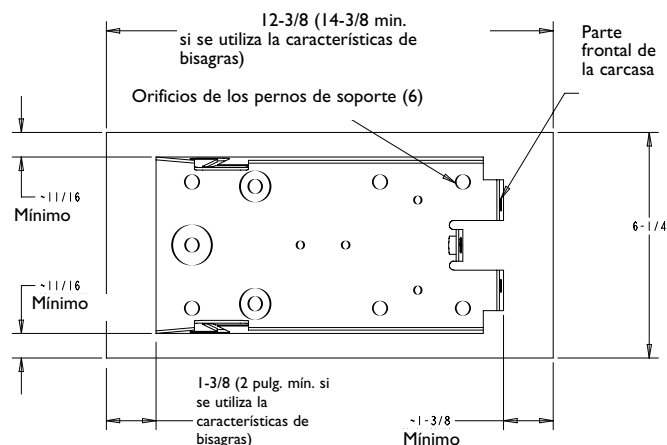

Figura 3: Colocación del panel superior
- Coloque el panel superior en el techo o la pared, en horizontal o vertical, en función de los requisitos de instalación. Véase la figura 3. Una superficie plana y lisa es idónea para una instalación correcta. Tenga en cuenta los requisitos mínimos de espacio mostrados en la figura 3.
Véase la figura 3 para ver el espacio mínimo necesario